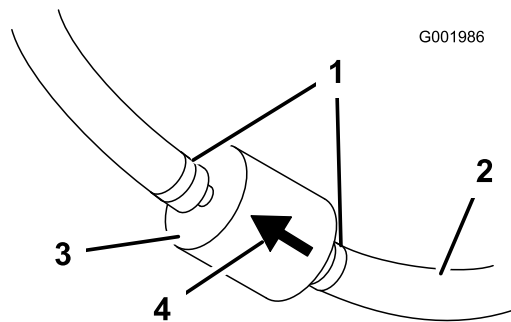

Figura 46
- Apriete los extremos de las abrazaderas y deslícelas por el tubo alejándolas del filtro (Figura 46).